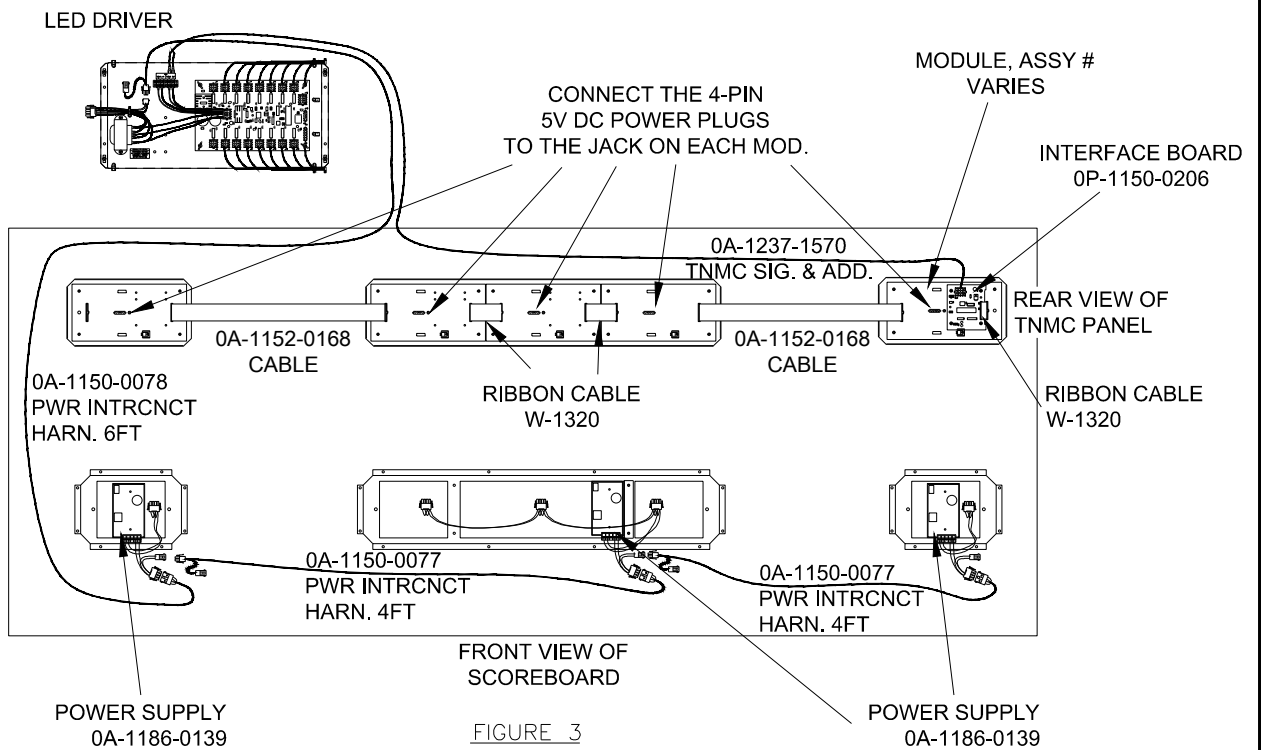

FIGURE 3
3. ROUTE THE 5V DC WIRES FROM THE POWER SUPPLY THROUGH THE OPENING TO THE TNMC LOCATIONS. ROUTE THE 120V POWER INTERCONNECT CABLE BETWEEN THE POWER SUPPLIES IN THE 3 AREAS AND CONNECT. ROUTE THE POWER INPUT CABLE FROM THE LEFT MOST TNMC'S POWER SUPPLY TO THE 2-PIN PLUG AT THE DRIVER. REFERENCE FIGURE 3
4. INSTALL THE SIGNAL HARNESS. ROUTE THE SIGNAL HARNESS FROM TB-31 AT THE DRIVER TO THE TNMC LOCATIONS. REFERENCE FIGURE 3
5. CONNECT THE POWER AND SIGNAL TO THE TNMCS. REFERENCE FIGURE 3